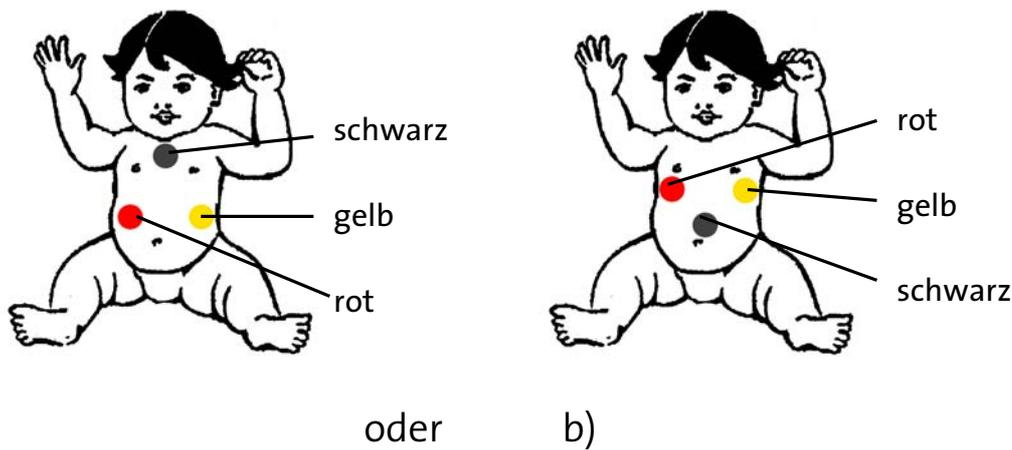
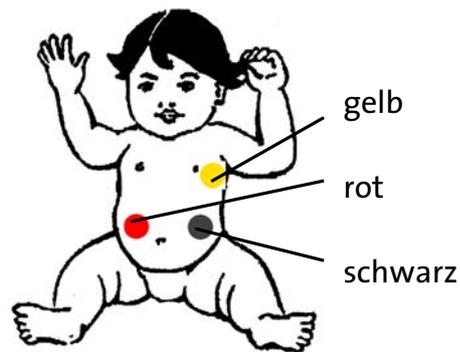

Abb. 41 Empfohlene Elektrodenanordnungen
Abb. 42 Alternative Elektrodenanordnung zur Optimierung von Herz- und Atmungssignal
Beginnen Sie mit der Elektrodenanordnung gemäß Abb. 41 (s. nächste Seite). Versuchen Sie zunächst
- bei Neugeborenen die Elektrodenanordnung gemäß Abb. 41 a) (Diese Elektrodenanordnung hat sich häufig bewährt, weil sich die Bauchdecke bei Neugeborenen synchron mit der Atmung stark bewegt.)
- bei allen anderen Patienten die Elektrodenanordnung gemäß Abb. 41 b)
Wenn die Elektrodenanordnungen gemäß Abb. 41 keine gute Signalqualität erzeugen, können Sie auch die alternative Elektrodenanordnung gemäß Abb. 42 versuchen.